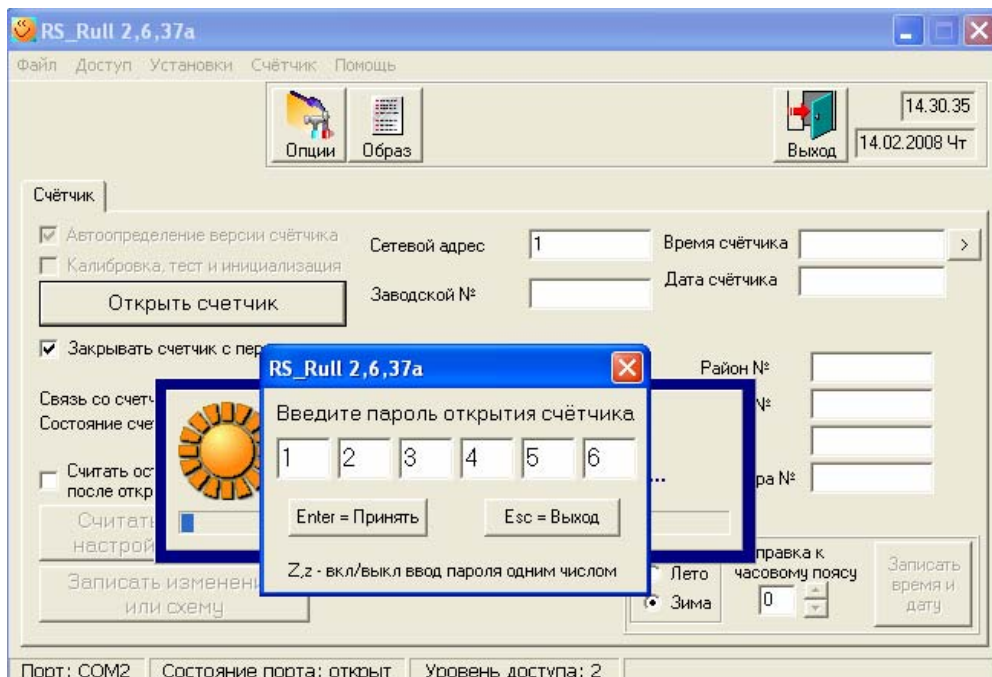

рис.5.2
- Открывается окно «Введите пароль открытия счетчика». Нажмите на клавиатуре “Z” откроется окно Рис.5.2